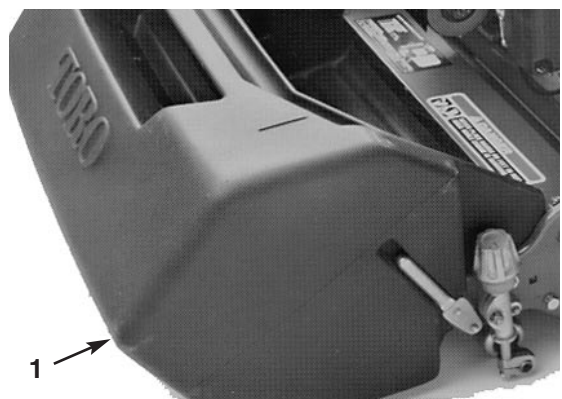

Bild 12
1. Die Fangvorrichtung am oberen Rand festhalten und in die Fangvorrichtungs-Montagestangen einschieben (Bild 12).
1. Sicherstellen, daß Fahr- (Bild 12) und Spindelantriebshebel (Bild 13) in der AUSGESCHALTET-Stellung sind.